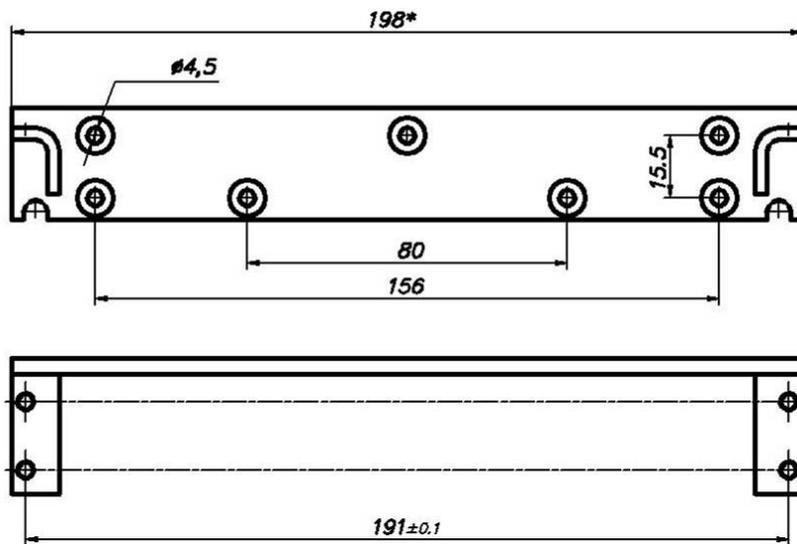

Рис. 4
6.2 Габаритно-установочные размеры кронштейнов показаны на рис. 4.